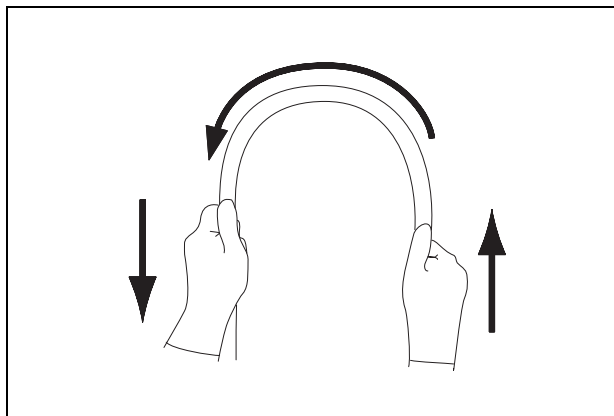

Figura 3.3
6. Com ambas as mãos, dobre a cânula de inserção do endoscópio em um semicírculo. Em seguida, movendo suas mãos da maneira indicada pelas setas na Figura 3.3, certifique-se de que a cânula de inserção é flexível e de que ela pode ser facilmente dobrada em um semicírculo.